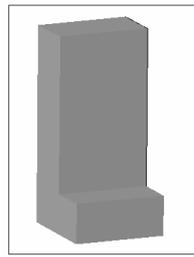

图 15-55 调整视角后的效果
- (10) 在 **3D Orbit** 中, 改变视角, 如图 15-55 所示。